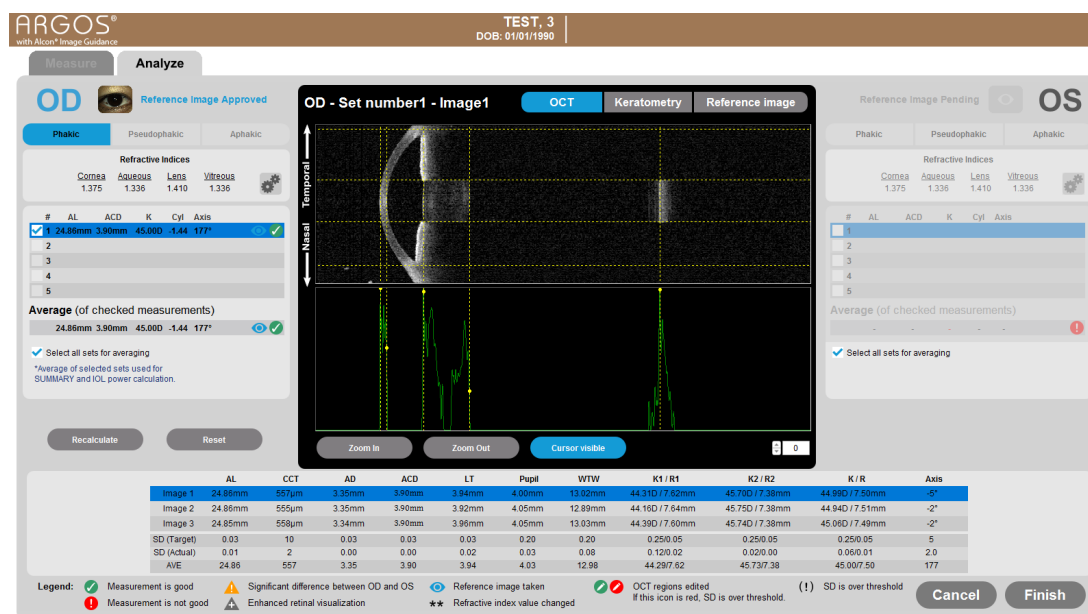

Рис. 170. Отображение изображений, извлеченных из архива
6. Будет отображаться индикатор выполнения (рис. 170).
Архивирование может занять много времени, поскольку нужно сжать и копировать большой объем графических данных. Поэтому предусмотрена возможность поставить операцию архивирования на паузу, нажав кнопку **Stop (Остановить)** в окне хода выполнения (рис. 170), и возобновить архивирование позже.